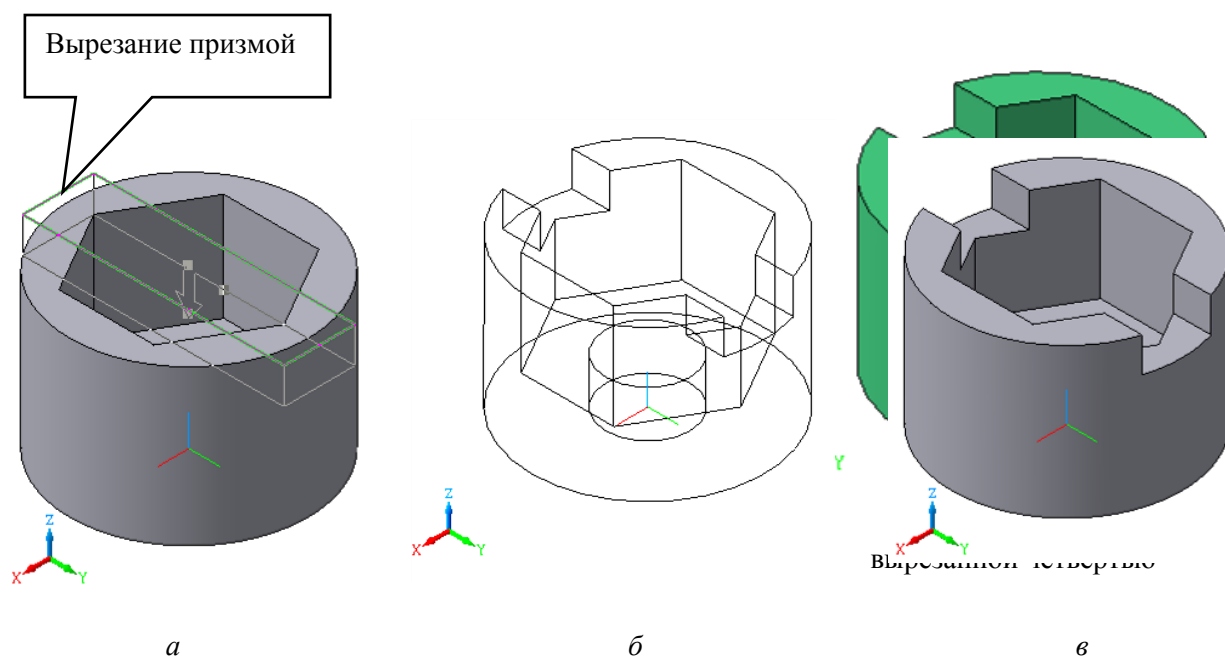

Рис. 3.58. Построение призматического отверстия и виды отображения детали
6.2. В Дереве модели выделить пункт «Эскиз 4». Включить операцию Вырезать элемент выдавливания. На панели Свойств выбрать направление выдавливания Прямое. В прямом направлении выбрать параметр На расстояние и указать расстояние, равное 15 мм (рис. 3.58, а). Призматический вырез будет построен.
6.3. Деталь может быть представлена с помощью различных способов отображения: на рис. 3.58, б деталь дана каркасом, на рис. 3.58, в – в полутоне с каркасом.